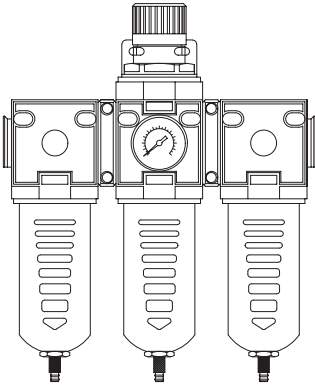

Fig. 11
6. Es wird empfohlen, das zusätzlich erhältliche Filteraggregat zu verwenden, um die Druckluft zu reinigen (Fig. 11). Der höchste Luftdruck, der evtl. der Luftschränke zugeführt werden muß, beträgt 2,5 BAR. Die folgenden Versuchsdaten nennen den Druckluftverbrauch zwecks Dimensionierung des Kompressors:
Diese Filteranlage ermöglicht die Luft, die normalerweise ezeugte Öl- und Wasserteilchen entläßt, zu reinigen (Fig. 11). Mit der Luftbarriere zusammenstellen.